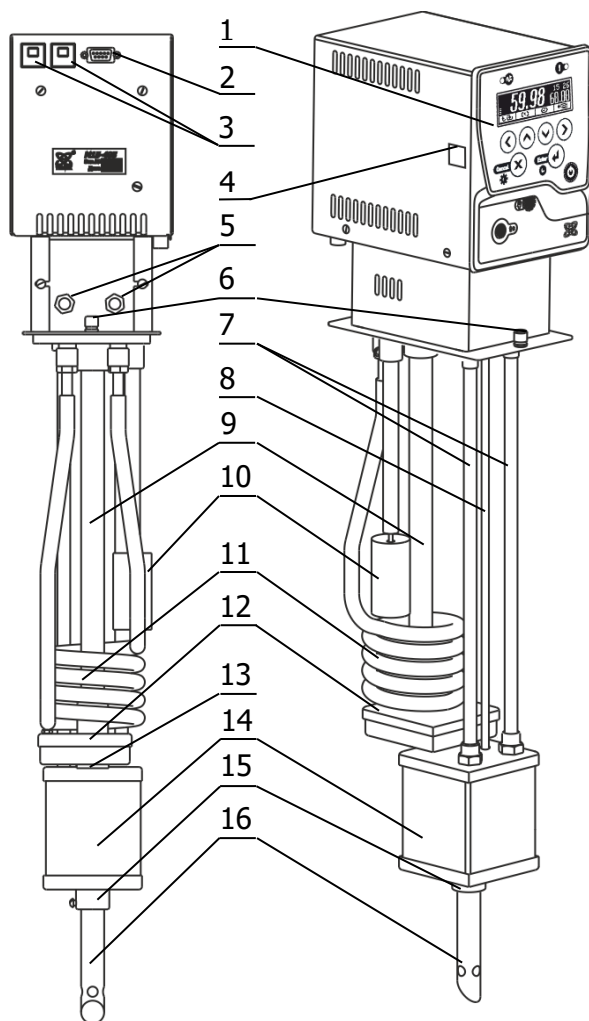

Рисунок 1 — Устройство блоков регулирования
1.4.2 Работа блоков регулирования заключается в поддержании заданной температуры потока теплоносителя, прокачиваемого насосом 12 через резервуар 14 (рисунок 1). Забор теплоносителя производится через отверстие 13 циркуляционного насоса, а выброс — через выходную трубку 16, установленную в патрубок 15.
Снижение температуры теплоносителя в термостате, не оснащенном холодильной машиной, можно обеспечить дополнительным охлаждением с помощью теплообменника 11 (рисунок 1). Для этого штуцеры теплообменника 5 подключить к водопроводной сети или специальному холодильному устройству. Поток охлаждающей жидкости должен быть равномерным и, по возможности, небольшим.